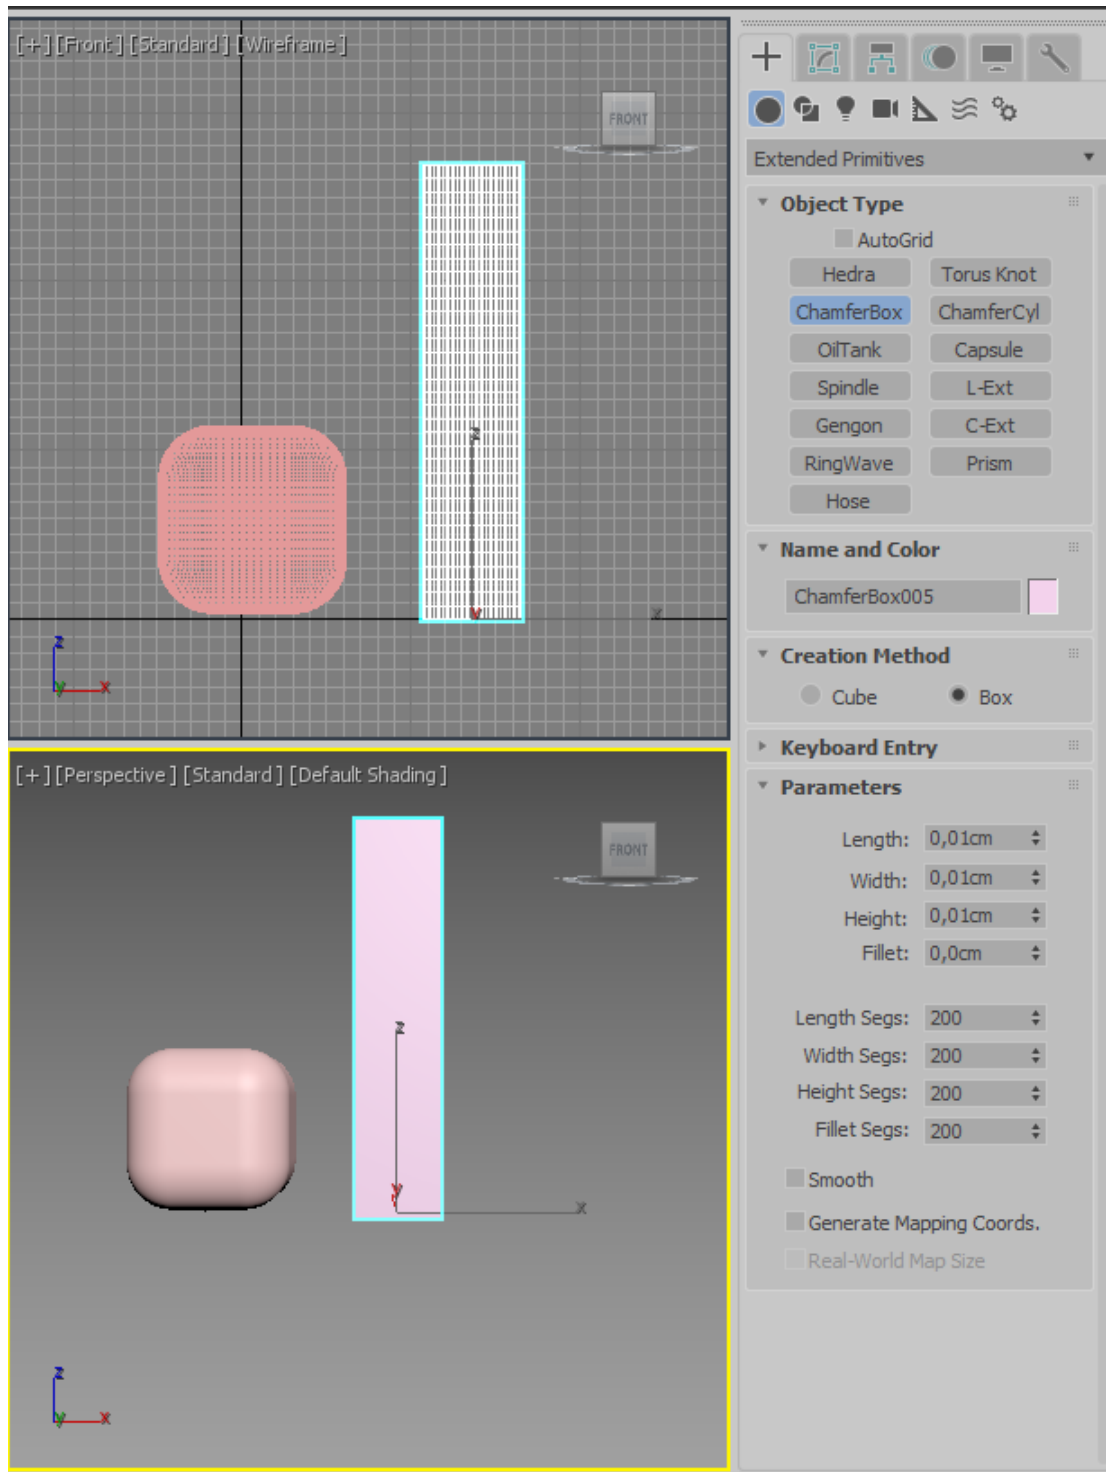

Рисунок 2.25 - *Chamfer Box* (Параллелепипед с фаской)
3) *Chamfer Box* (Параллелепипед с фаской) (Рисунок 2.25).